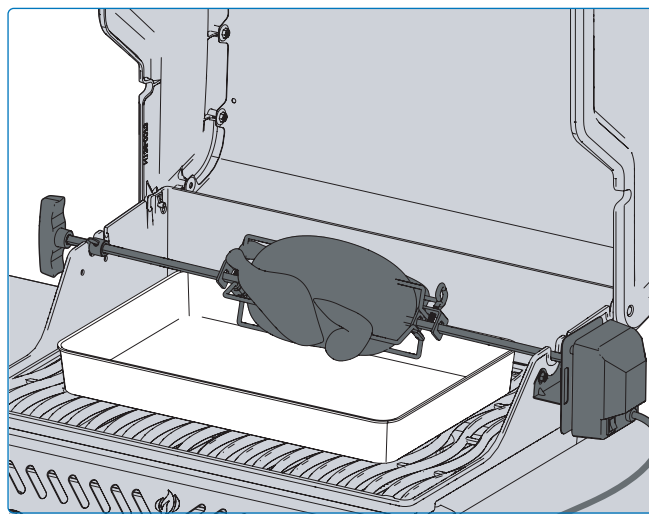

Fig. 17
- Veillez à toujours répartir uniformément la charge sur votre rôtissoire (**Fig. 17**).